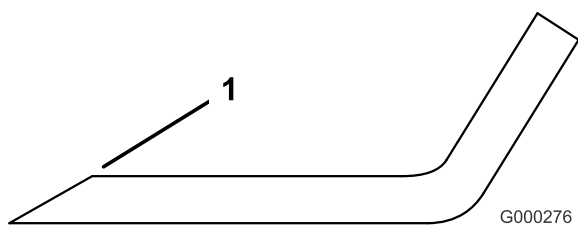

Figura 53
1. Affilate i taglienti da entrambe le estremità della lama con una lima (Figura 53). Rispettate l'angolazione originale. La lama conserva il proprio equilibrio soltanto se viene rimossa una quantità uguale di materiale da entrambi i taglienti.